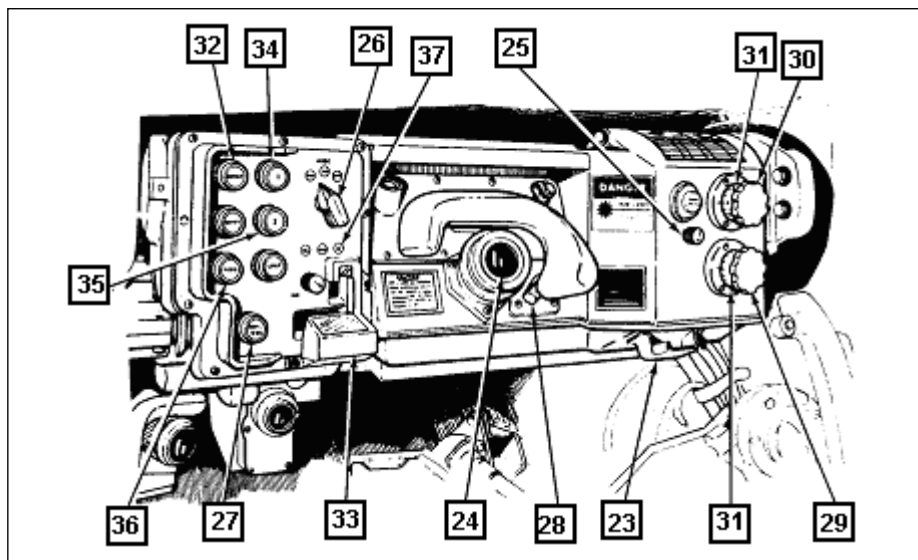

Fig 7-39. Receptor-transmissor do telêmetro laser
- (5) Procedimentos do telêmetro laser. (Fig 7-39)
- (a) Instalar o filtro(23) na ocular do telêmetro(24).
- (c) Colocar a tecla de seleção do telêmetro/manual na unidade de controle do At em RANGEFINDER. Colocar o botão de modo do telêmetro(26) em ON.
- (e) Colocar a chave 6X/12X em 12X(28). Olhar pela ocular e puxar e girar os controles de direção(29) e elevação(30) para apontar o retículo no alvo. Apontar o retículo da esquerda para a direita e de baixo para cima sem ultrapassar o alvo.
- (f) Girar os botões de escala(31) para 4 e 4. Garantir que o retículo da ocular e do binóculo estejam sobre o alvo.
- (h) Assegurar que o prisma de visão(33) indica a distância correta do alvo. Pressionar 1(34) e 2(35), se necessário. Se a distância do alvo não estiver presente, repetir os itens até aqui.
- (i) Pressionar o botão/indicador FEED(36) e o indicador GO(37) se acenderá.
(a) Preliminares (Fig 7-39)